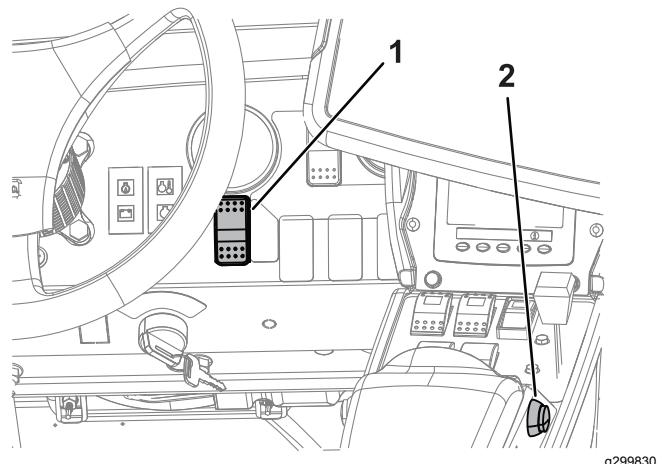

Figura 20
6. Pulse el ícono de Autosteer, en la esquina inferior derecha de la consola de control (Figura 20), o pulse el interruptor de activación/desactivación de la máquina (Figura 20).